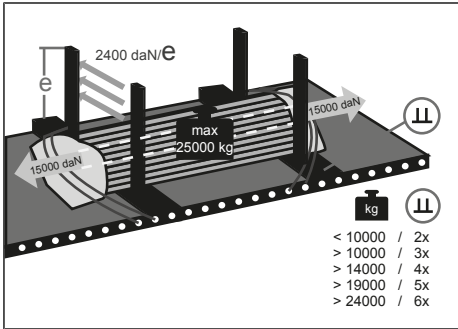

Рис. 8-18: Система Multi Fix
- ▶ Расположите стальные трубы между вертикальными опорными балками на накладных балках (см. "Рис. 8-18: Система Multi Fix", стр. 117).
- ▶ Разместите защитную сетку на концах стальных труб (см. "Рис. 8-18: Система Multi Fix", стр. 117).